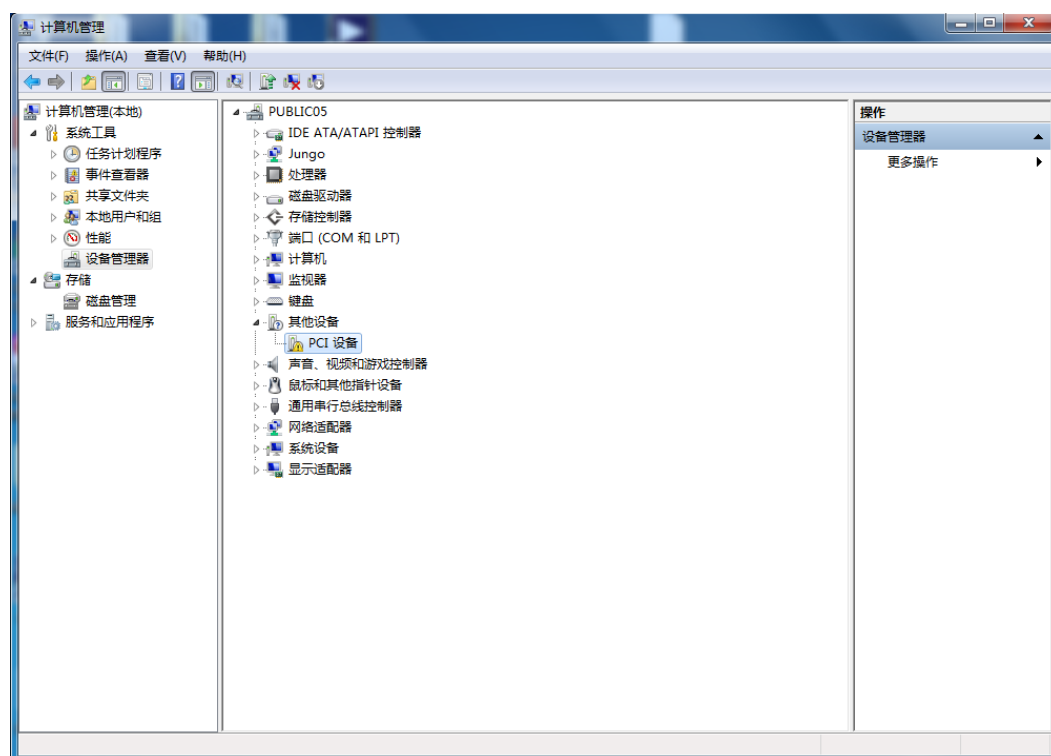

图 2-11 运动控制卡驱动程序安装界面 1
- (1) 在硬件安装好，启动计算机后，进入计算机设备管理器界面，Windows 将自动检测到运动控制器（PCI 设备），如图 2-11 所示。